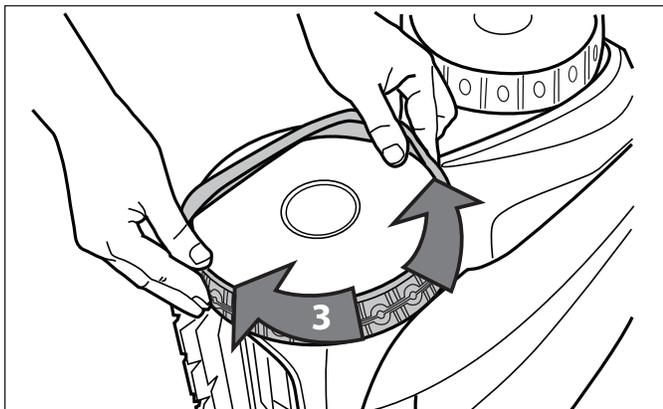

Figura 40. Meta el neumático en la rueda
- Meta el neumático en la rueda y verifique que la costilla de la llanta este en la posición correcta con la ranura de la rueda. Vea la Figura 40.